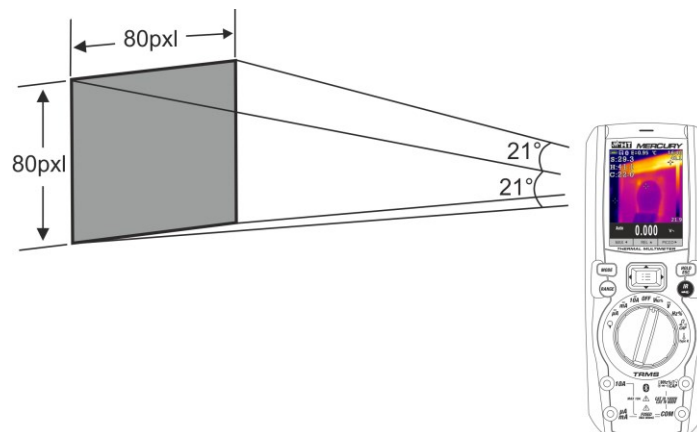

Abb. 39: Darstellung des Sichtfeldes (FOV) des Geräts MERCURY
7. Für genaue Temperaturmessungen, stellen Sie sicher, dass die Oberfläche des gemessenen Gegenstands immer größer ist, als die messbare Oberfläche, die durch das Sichtfeld (FOV) des Geräts gegeben ist. Das Gerät MERCURY hat ein Sichtfeld von $21^\circ \times 21^\circ$ und eine Auflösung von 80×80 (6400) pxl, siehe Abb. 39